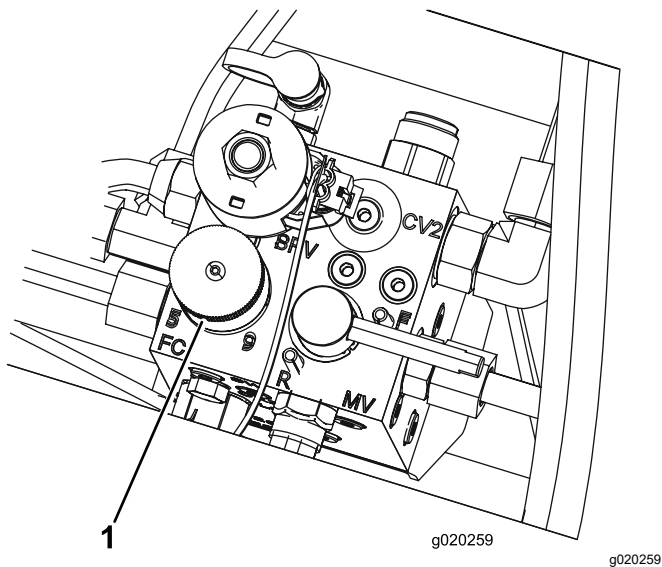

Figure 34
4. Pour régler la vitesse des cylindres, tournez le bouton (Figure 34) jusqu'à ce que la flèche soit en face du numéro correspondant au réglage voulu.